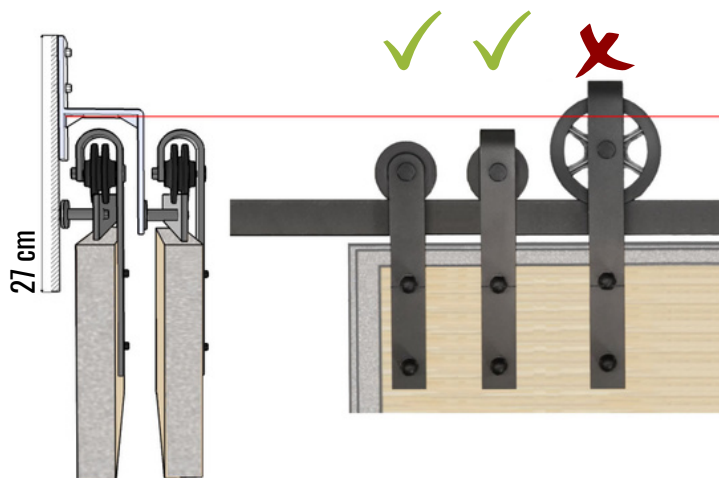

Rys. 1
- ✧ min. 19 cm między sufitem a światłem otworu (patrz str. 6, rys. 1)
- ✦ min. 19 cm między sufitem a światłem otworu (patrz str. 6, rys. 1)